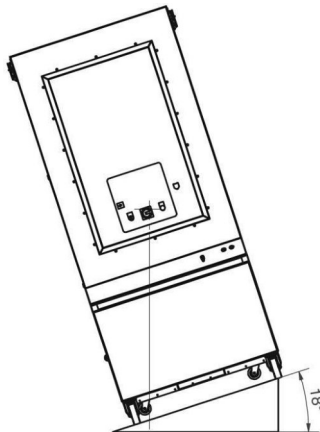

Abb. 4: Kippgrenze
- Die Kippgrenze liegt bei ca. 18 ° (Abb. 4).